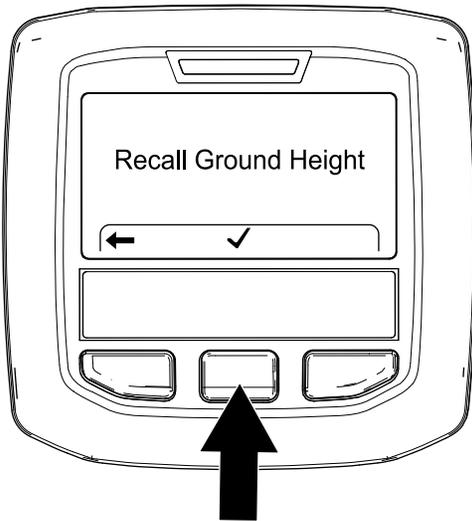

Bild 114
3. Drücken Sie auf dem Bildschirm „Bodenhöhe abrufen“ (**Bild 114**) die mittlere InfoCenter-Taste.